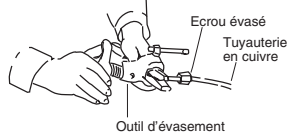

Fig. 5-3
- (3) Enlever l'écrou évasé de l'unité, et veiller à le monter sur le tube en cuivre.
- (4) Faire un évasement à l'extrémité du tube en cuivre avec un outil d'évasement. (Fig. 5-3)